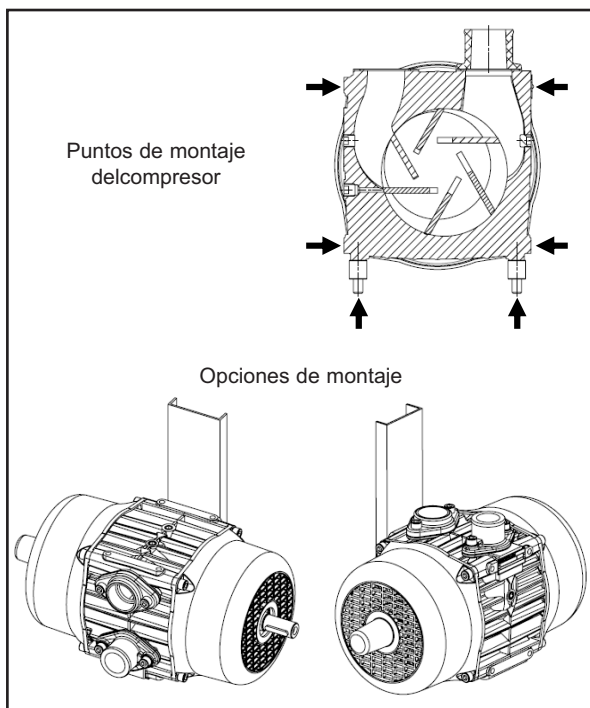

Figura 1 - Montaje
1. Los puntos de montaje del compresor E140 se encuentran a ambos lados del cuerpo y en la base. El montaje se realiza con ayuda de los pasadores y los tirantes suministrados; ver la figura 1. Además del soporte de montaje estándar, MOVEX puede suministrar soportes que se adapten a las instalaciones existentes que utilicen otros tipos de compresores.